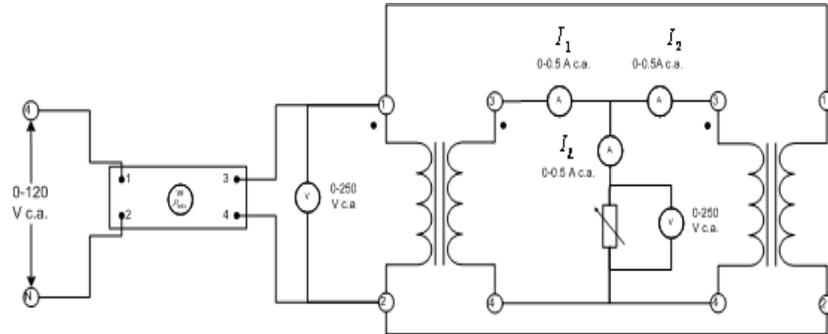

Figura 4
- Conecte el circuito que aparece en la figura 4, observe que los dos transformadores están conectados en paralelo. Los devanados primario (1 a 2) se conectan a la fuente de alimentación de 120 V c. a., el Wattmetro indicará la potencia de entrada. Cada devanado secundario (3 a 4) se conecta en paralelo con la carga R_L . Los amperímetros se conectan para medir la corriente de carga I_L y las corrientes de los secundarios de los transformadores I_1 e I_2